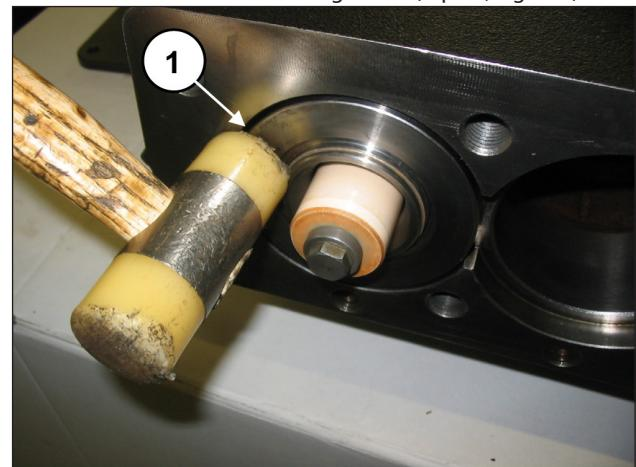

Fig. 160
S'assurer que l'ensemble chemise-support arrive à se loger correctement dans le fond du logement (rep. ①, Fig. 160).